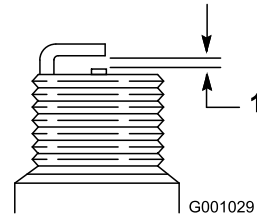

Figure 37
4. Réglez l'écartement des électrodes de la nouvelle bougie à 0,76 mm (0,030 po), comme montré à la Figure 37.